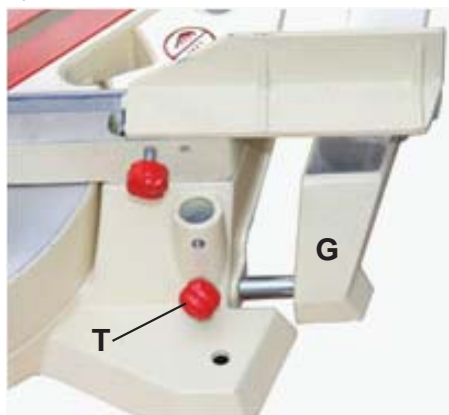

Рис. 3
- Винтами (Т, Рис. 3) зафиксируйте удлинение стола (G) на месте.